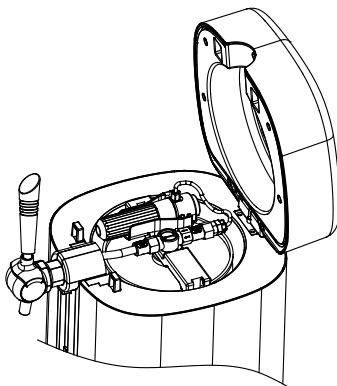

Figura 14
4. Gire el conjunto de la válvula de alivio de presión desde el interior del conjunto de la tapa superior hacia el exterior en un ángulo apropiado, el ángulo máximo no debe superar los 90 grados (como se muestra en la figura 14). A continuación, desenrosque el casquillo del cilindro, inserte un cilindro de CO2 de 16 g (3 cilindros de CO2 acoplados) en el casquillo del cilindro (como se muestra en la figura 16) y, a continuación, apriete con cuidado y rápidamente el casquillo del cilindro (en el sentido de las agujas del reloj) (como se muestra en la figura 16) hasta que oiga un "clic", lo que indica que se ha perforado la junta del cilindro y el gas CO2 puede fluir libremente. A continuación, gire el conjunto del reductor de presión hacia arriba y encájelo en el conjunto de la cubierta superior. Si necesita sustituir la bombona, siga los pasos a la inversa (asegúrese de que el gas se ha purgado antes de sustituir la bombona).